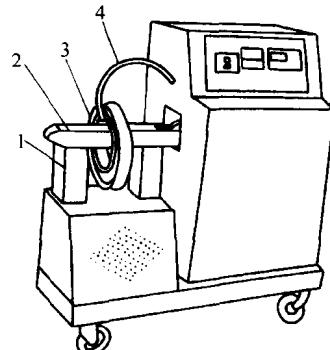

图 1-8 利用电磁感应
6. 轴承加热器 轴承加热器是一种专门用来对轴承体进行加热，以获得所需要的膨胀量和去除新轴承表面的防锈油的加热装置。轴承加热器有用油加热的，见图1-7；也有利用电磁感应进行加热的，见图1-8。
利用电磁感应加热的轴承加热器要比用油加热的加热器节能、安全，效率高且操作方便。图 1-8 所示轴承加热器的工作原理是：加热时，将轭铁 2 的左端抬起；套入轴承 3 后，轭铁 2 落下放平，并与心铁 1 保持紧密接触；再将测温导线 4 连接到轴承 3 上。接通电源，通过测温导线 4 来控制轴承体被加热的温度，以获得所需要的膨胀量。